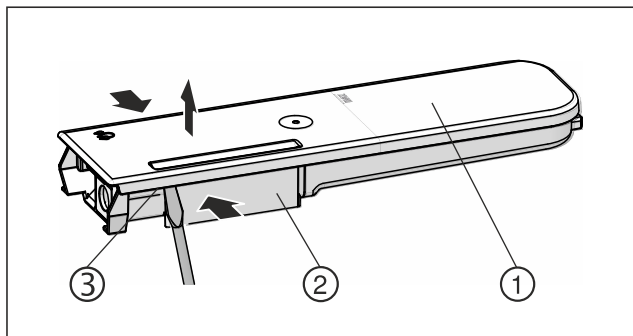

Fig. 165
- ▶ Pres vandbeholderen Fig. 165 (2) sammen, og vip forsigtigt låget op Fig. 165 (1) via låsetapperne Fig. 165 (3), og træk det op.
- Bevæg låget Fig. 165 (1) let frem og tilbage, og tag det op og ud.